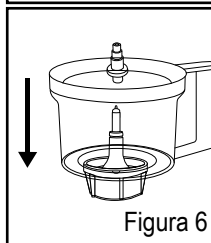

Figura 6
3. Coloque el eje adaptador para el disco en la base del accesorio (Figura 6). Su accesorio procesador de alimentos se puede utilizar de dos maneras: